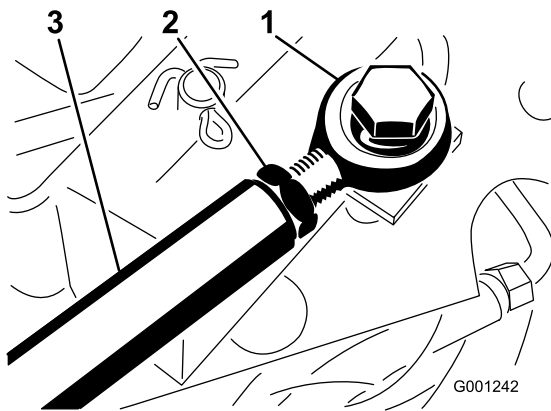

Figure 79
Si un autre réglage est nécessaire, réglez la tige de commande de déplacement (Figure 79) comme suit :
2. Desserrez l'écrou de blocage qui fixe l'extrémité tige à la tige de commande de déplacement (Figure 79).
4. Serrez l'écrou de blocage (Figure 79) et fixez l'extrémité de la tige à la pédale de déplacement avec le boulon et l'écrou retirés pour bloquer l'angle de la pédale.